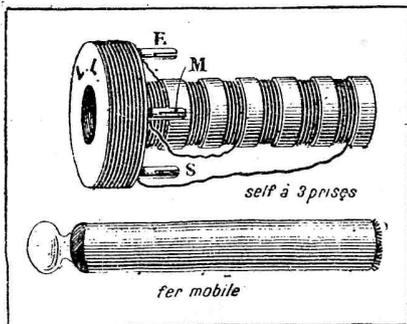

Fig. 1. — Bobine à noyau de fer mobile (L. Lévy) utilisée dans le TPT 8, de La T. S. F. pour Tous
2° La bobine à noyau de fer, imaginée par Lucien Lévy, réalisée sur mandrin à 6 gorges (fig. 1), possédant 3 prises (pour permettre le court-circuit d'une section) et dans laquelle l'accord était obtenu par le déplacement d'un noyau constitué par une petite botte en fil de fer de fleuriste (1);